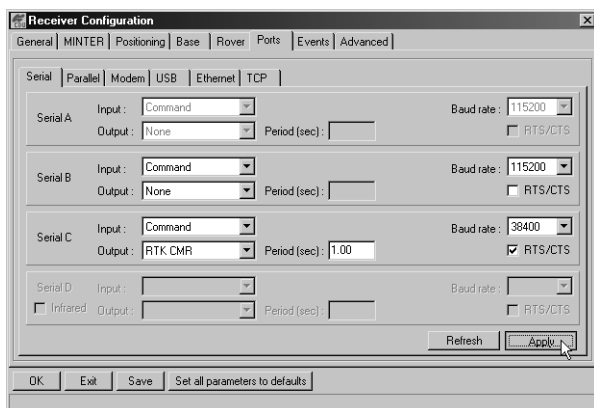

Figura 3-9. Configuración Base – Puertos
10. Seleccione la pestaña **Ports** y defina los siguientes parámetros de puerto (Figura 3-9 en la página 3-16). Utilice el puerto serial C en el caso de un módem interno de Espectro Ampli MHz de 915.